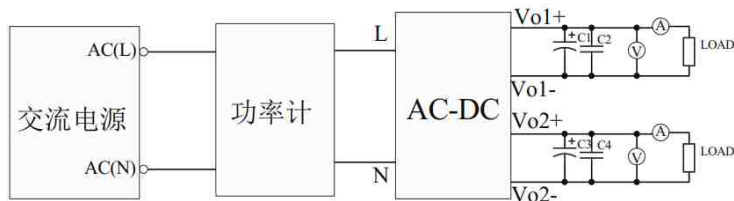

图3-2 多路输出电源的基本测试电路连接图
3.1.2 多路输出电源的测试连接线如下图3-2所示 (注：输入端的PE线未画)；